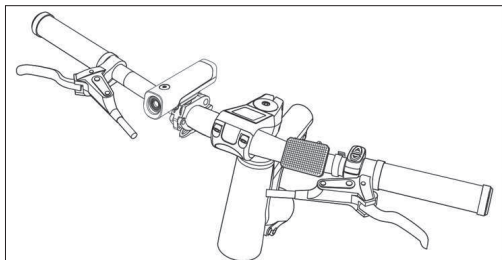

Figura 9-3
- Monte o refletor frontal e a campainha no guidador, conforme mostrado em [Figura 9-3].